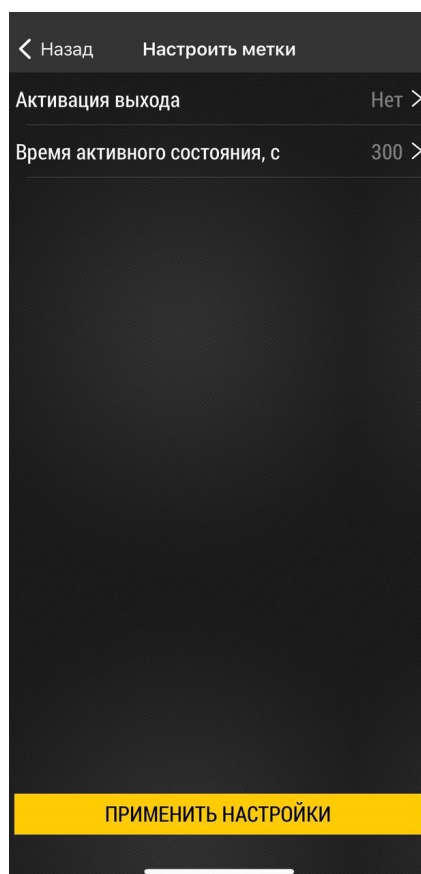

Рис.27. Настройки меток
8. После выполнения необходимых настроек для метки (или выбранных меток) из списка нажмите кнопку «Применить настройки» (Рис.27).